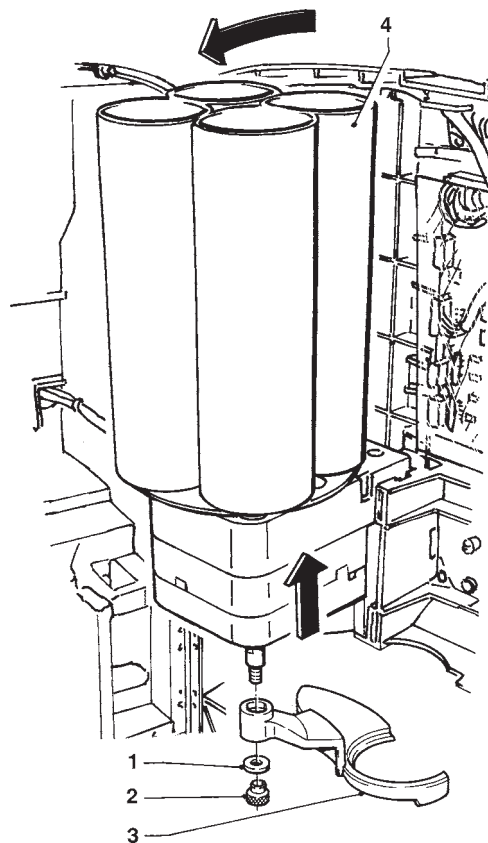

Fig. 6
- soulever un petit peu le distributeur de gobelets et le pencher (voir fig. 6) ;
Périodiquement, il est nécessaire de nettoyer le bras translateur en le démontant de l'appareil. Pour effectuer le démontage, dévisser complètement la vis moletée de fixation (voir fig. 6).